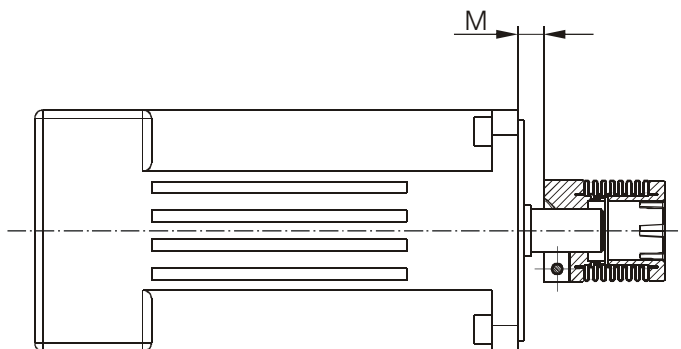

Bild 12
6. Schieben Sie die abgezogene Kupplungshälfte mit der Nabe voraus auf die Welle des zweiten Aggregates (siehe Bild 12). Achten Sie dabei mittels geeigneter Messwerkzeuge auf die Einhaltung des unter Punkt 4 ermittelten Montagemaßes "M" und ziehen Sie dann die Spansschrauben bzw. Klemmschraube abhängig von der jeweiligen Nabe, wie in Punkt 2 beschrieben, an.